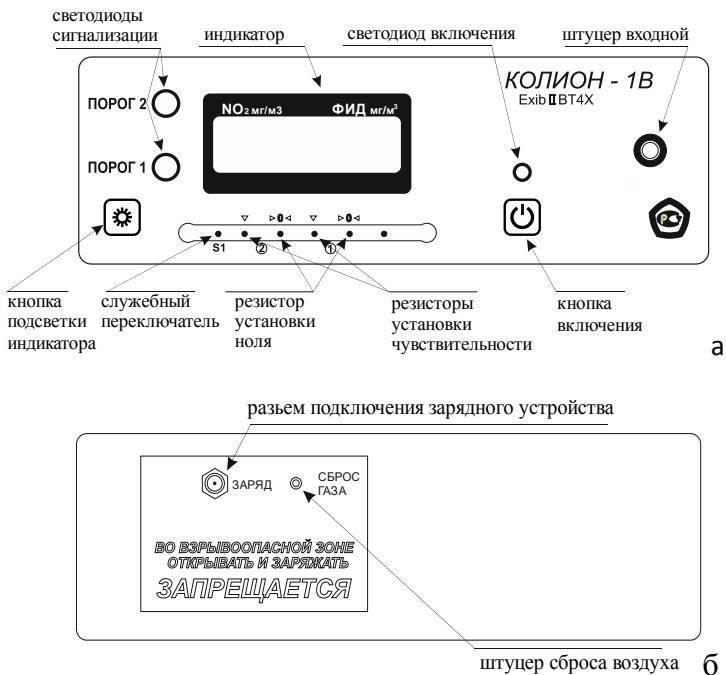

Рис. 3 Передняя (а) и задняя (б) панель газоанализатора
1) Проверьте показания ЭХД с присоединенным фильтром-поглотителем (см. п. 2.2.1); показания не должны превышать 0,1 мг/м³; если показания отличаются от указанных, проведите установку нуля, вращая резистор установки нуля ▶ 0 ◀ ЭХД (см. рис. 3а).
2) проверьте показания ЭХД в соответствии с п. 6.3 Методики поверки ЯРКГ 2.840.003ДЛ, используя ПГС №3 (см. табл. 3 ПРИЛОЖЕНИЯ 1 Методики поверки); если показания отличаются от подаваемой концентрации, проведите установку показаний вращая резистор установки чувствительности ▶ ЭХД (см. рис. 3а).